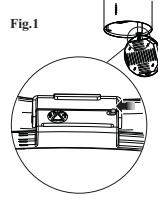

Fig.2
- Destek halkasının (**Fig.2**) camını yerleştirin.